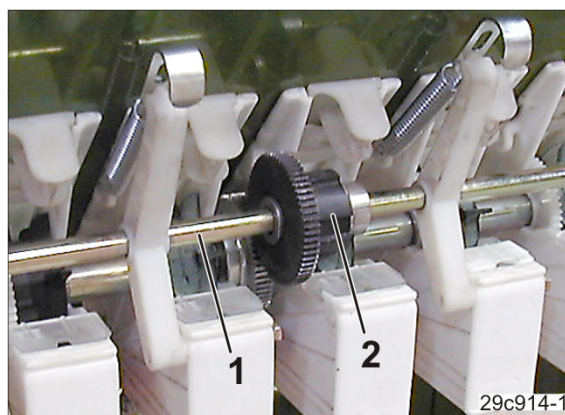

Fig. 104
Arborele intermediar (Fig. 104/1) este antrenat prin intermediul unui cuplaj (Fig. 104/2) de arborele de însămânțare (axul de distribuție).
Cuplajul arborelui intermediar (Fig. 104/2) poate fi acționat
- este acționat cuplajul (Fig. 104/2)
- arborele intermediar (Fig. 104/1) se oprește, cel care antrenează discurile de distribuție ale cărărilor tehnologice